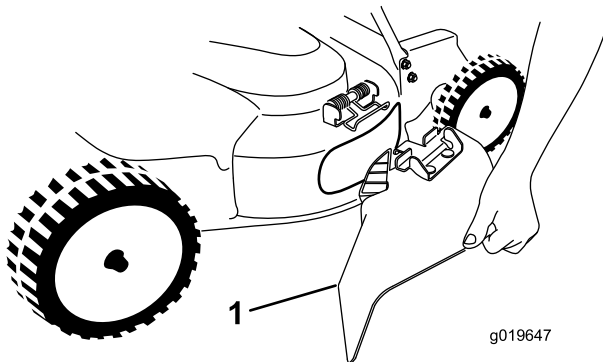

Figura 25
5. Montate il condotto di scarico laterale (Figura 25) sollevando la molla, posizionando il condotto sopra l'apertura e abbassando la molla sulle spine nella parte superiore del condotto di scarico.